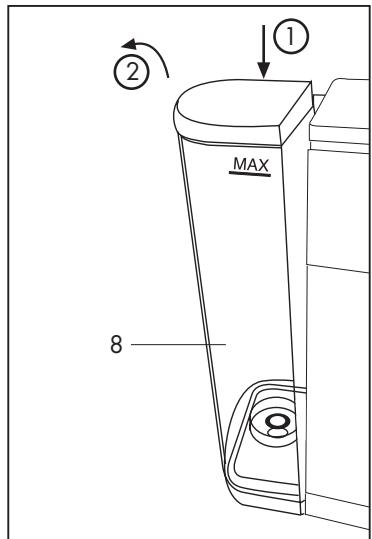

Abb. 1
- Um den Behälter (8) heraus zu nehmen, diesen nach unten drücken und gleichzeitig nach außen drehen (**Abb. 1**)